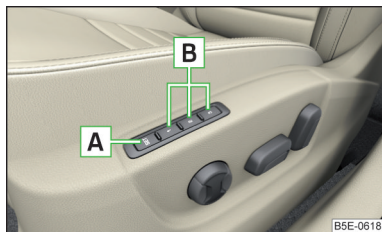

Fig. 66
Pe butoanele de memorare **B** de la scaunul șoferului poate fi memorat reglajul scaunului șoferului și poziția oglinzilor retrovizoare exterioare » fig. 66.
- Apăsăți butonul **SET** **A** » fig. 66 și apoi apăsați în decurs de 10 s simultan butonul de memorare dorit **B**. Memorarea este confirmată printr-un semnal acustic.
- Cuplați contactul și apăsați butonul de memorare dorit **B** » fig. 66.